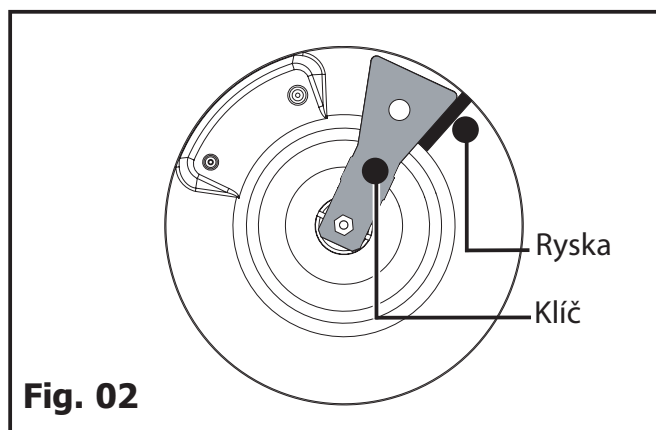

Fig. 02
- Tužkou obtáhněte obrys hrany klíče na misku hořáku dle návodu na obr. Fig. 02.